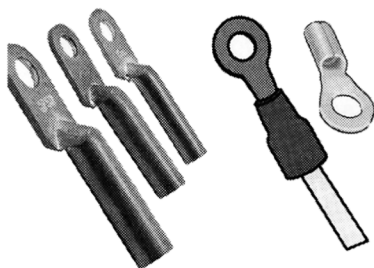

Рис. 2.15. Различные виды кабельных наконечников
**Кабельные наконечники.** Чтобы быстро и надежно присоединить кабель к источнику питания или прибору, используются кабельные наконечники. Они применяются в основном для силовых кабелей среднего и большого сечения, хотя в радиоаппаратуре устанавливаются и на провода малого сечения. Наконечники бывают медными, алюминиевыми или медно-лужеными. Они отличаются друг от друга размерами и формой контакта (рис. 2.15). Используя кабельные наконечники, можно значительно упростить и ускорить процедуру присоединения кабеля к аппаратуре и повысить надежность контакта. Наконечники опрессовываются при помощи специальных клещей.